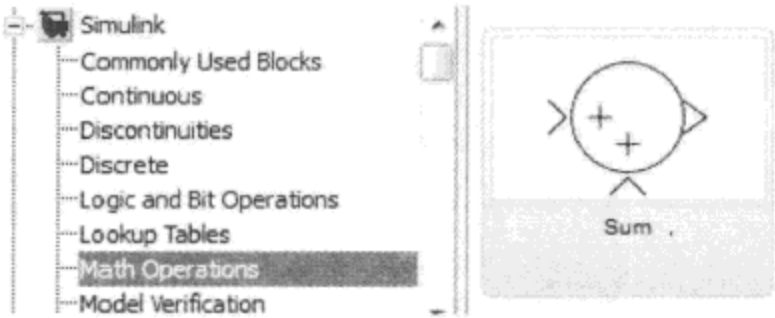
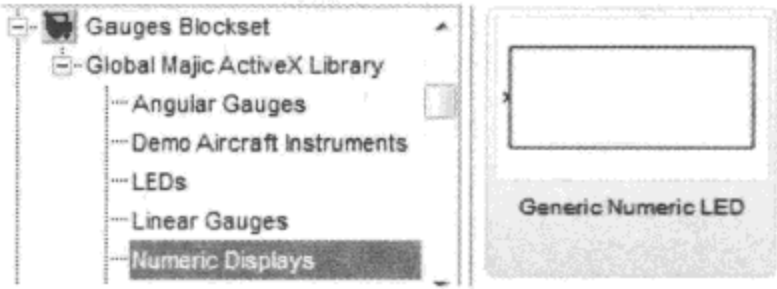
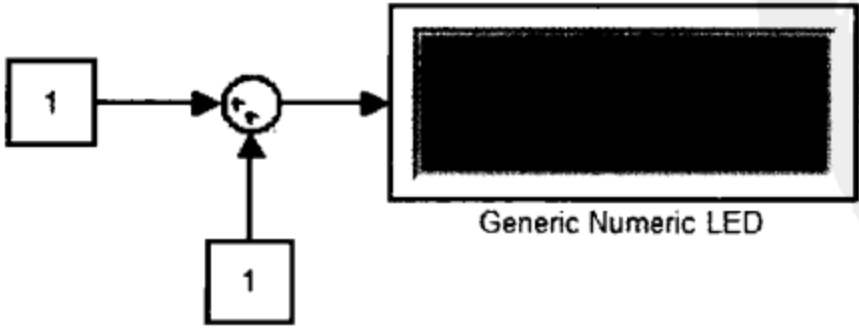

图 7.2.56 Sum 模块
图 7.2.57 Generic Numeric LED 模块
图 7.2.58 功能验证模型
在 Simulink 模块库中找到图 7.2.56、图 7.2.57 所示模块，并按图 7.2.58 所示连接，建立一个简单的加法模型，对于实际应用，加法模块可以替换成各种具体的算法。
(1) 数据类型转换。在模块库 Simulink→Ports & Subsystems 中找到输入模块与输出模块,替换图 7.2.58 中的常数与 LED 模块,并将模型另存。